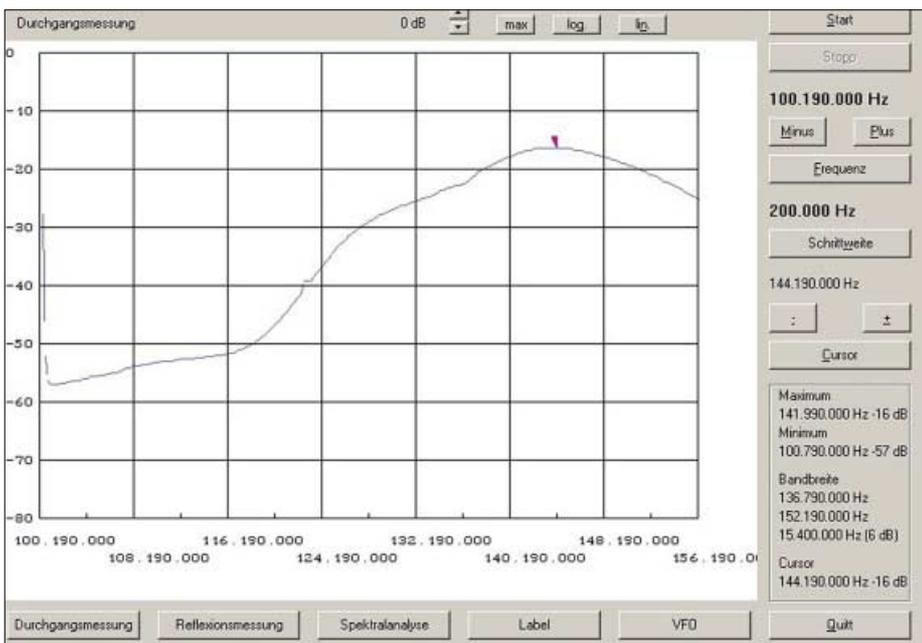

Bild 2: Maximumabgleich des Trimmers auf der RX-Seite
4. Anschluss des Empfängers an der RX-Buchse. Mit dem Trimmer C7 an der RX-Seite und dem Eingangstrimmer C9 des Vorverstärkers auf Maximum ziehen. In Bild 2 ist dem Netzwerktester ein Dämpfungsglied von 32 dB ausgangsseitig zwischengeschaltet. Qualitativ sollte die Kurve so aussehen.